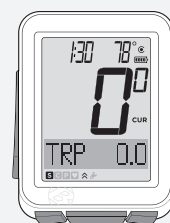

Figure 8. Mode Ride affichant la vitesse.
*Le NODE passe automatiquement en mode Réglage et les indications bike1 et bike2 apparaissent avec l'une d'entre elles en surbrillance (Figure 8). Si ce n'est pas le cas, appuyez sur le bouton Réinitialiser (effacer les réglages) à l'arrière du compteur.*
Lorsque le Node passe en mode Ride en affichant la vitesse (Figure 8), il est prêt à l'emploi.